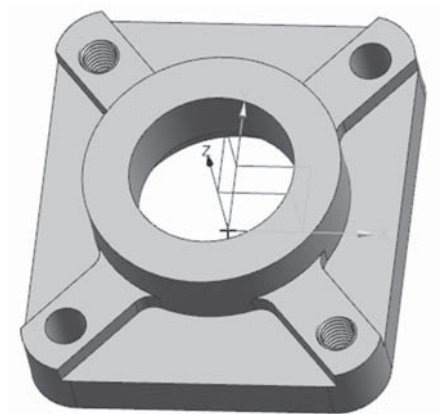

图 2-2-3 轴承座零件
下面以轴承孔 $\phi 42^{+0.007}_{-0.018}$ 和孔 $\phi 37^{+0.039}_0$ 的加工为例。根据图 2-2-1 所示的轴承座零件图，利用 NX UG 12.0 建立如图 2-2-3 所示的模型。
(1) 打开如图 2-2-3 所示的“轴承座零件”建模文件。